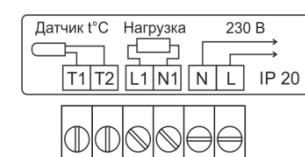

Рисунок 2 - Схема подключения термостата
- Подключите к термостату провода питания, греющего кабеля и выносного датчика пола в соответствии с рис. 2.